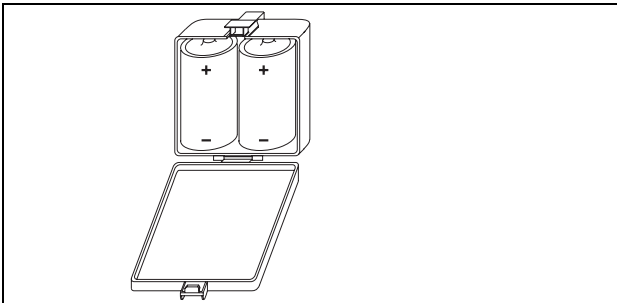

Fig. 7 Inserimento delle batterie
- ▶ Introdurre nell'apposito contenitore le batterie (Fig. 7) rispettandone la polarità.